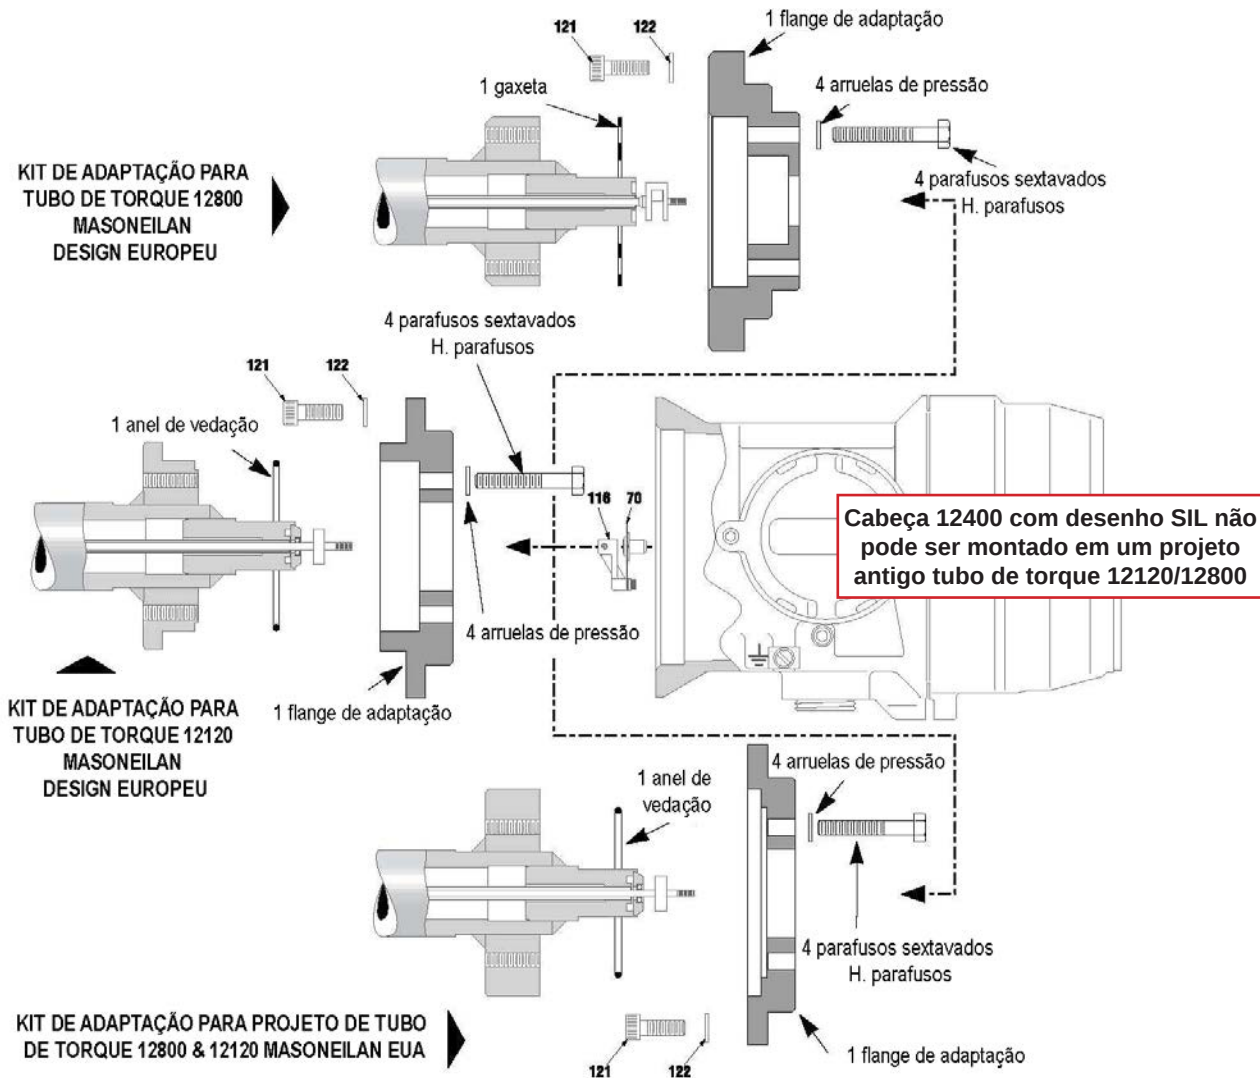

Figura 22 - Adaptação no tubo de torque 12800/12120
- a. Desligue a fonte de alimentação. Desaparafuse o parafuso de segurança (106) até desengatar da caixa e retirar a tampa (104) do compartimento de conexão. Desconecte os fios de alimentação dos terminais (90).
- b. Remova a tampa (107) do compartimento do mecanismo. Remova o braço de mola (242) do pino (243) da barra para desengatá-lo e relaxá-lo.
- c. Usando uma chave hexagonal de 2.5 mm, solte o parafuso (62) para desacoplar a barra (54) da haste de torque.
- d. Enquanto segurar a caixa para evitar a sua queda, solte os quatro parafusos (121), utilizando uma chave hexagonal de 5 mm, e retire-os juntamente com as arruelas (122). Remova a caixa puxando-a ao longo do eixo do tubo de torque, tendo cuidado para evitar qualquer deformação da flexão do acoplamento (70).
- e. Se a caixa original ou uma caixa idêntica for reinstalada no mesmo tubo de torque, não remova o flange de acoplamento (116) da haste de torque. Além disso, não desligue o subconjunto da flexão do acoplamento (70). Como alternativa, desaperte os parafusos (119) com uma chave hexagonal de 1.5 mm e retire o subconjunto flange-flexão do acoplamento (116-70).
- f. Se o tubo de torque não for dedicado ao instrumento 12400, remova o kit adaptador da caixa DLT, se necessário. Este kit inclui um flange, uma junta e parafusos (consulte Figura 22).
9.2.2 Em um tubo de torque Série 12120 ou 12800 (figura 22)